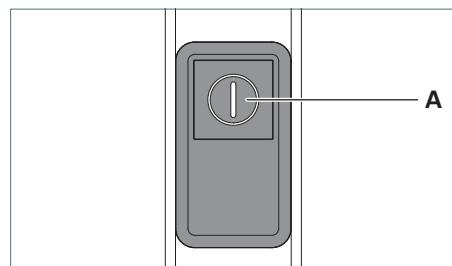

Fig. 18: Bedienelement.
- ▶ Drücken Sie die Taste **A** sieben Mal schnell hintereinander, siehe Fig. 18.
- ▶ Drücken Sie die Taste **A**, siehe Fig. 18. oder
- ▶ Drücken Sie die Taste **A** und halten Sie diese Taste gedrückt, siehe Fig. 18. oder